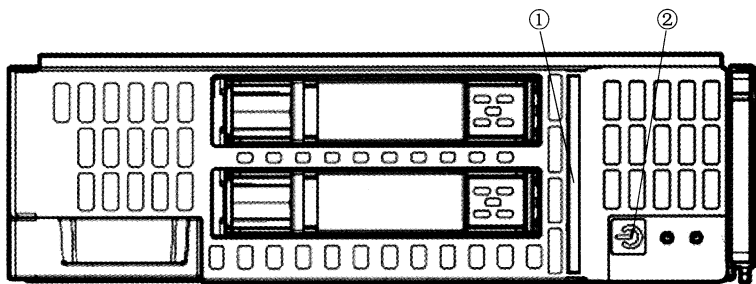

图 9-83 刀片服务器前面板指示灯
若如图 9-83 所示服务器的电源指示灯②和健康指示灯①都是绿色,说明服务器未发现故障,同时也可以正常开机、启动,说明刀片服务器硬件正常。